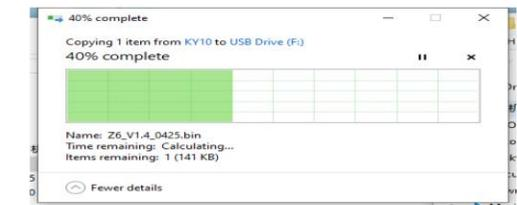

Bild 3
7.4 Öffnen Sie das USB-Laufwerk und ziehen Sie die Firmware darauf. Sie können den Fortschritt der Firmware-Aktualisierung wie in [Bild 3] sehen. Warten Sie, bis das USB-Laufwerk verschwindet und die Firmware-Aktualisierung abgeschlossen ist.